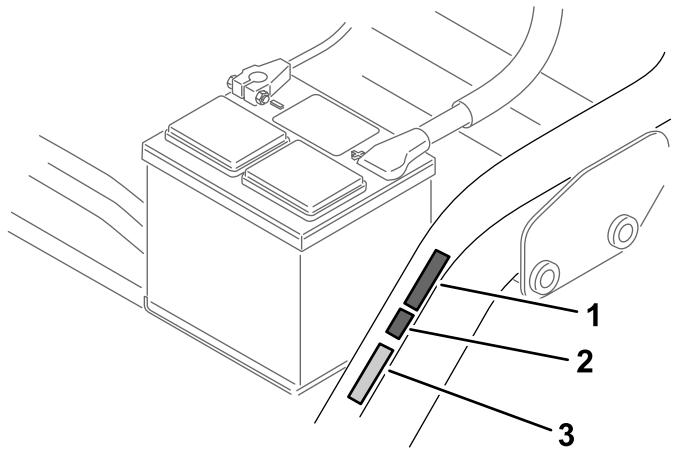

Figura 15
- Coloque o autocolante CE do ano de fabrico junto do autocolante de conformidade CE (Figura 15).
- Coloque o autocolante de conformidade CE junto da placa do número de série (Figura 15).